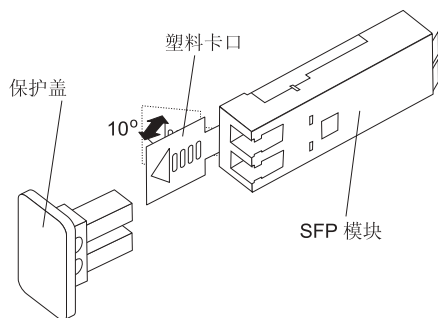

图 19. 解锁 SFP 模块（塑料卡口）
- a. 通过将塑料卡口向下拉 10° 来解锁 SFP 模块（请参阅图 19）。